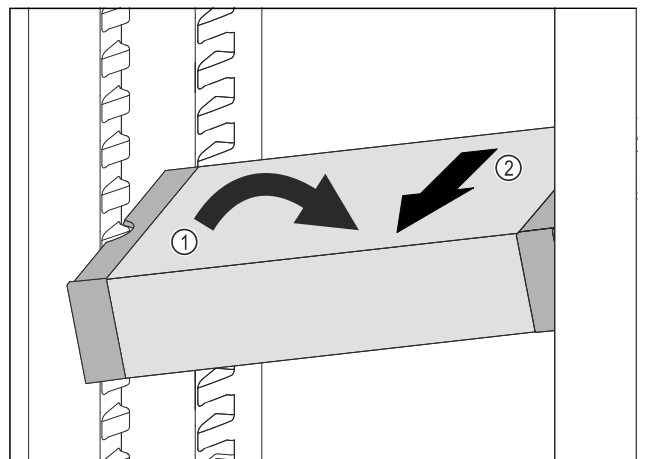

Fig. 106
- ▶ Állítsa ferde helyzetbe a VarioSafe-fiókot a hűtőrészben. Fig. 106 (1)
- ▶ Előrefelé vegye ki a VarioSafe-fiókot. Fig. 106 (2)